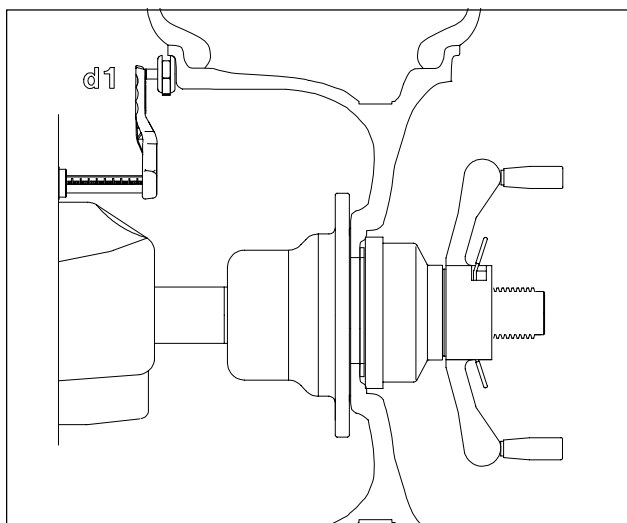

Figure 31
2. Etendre le bras de mesure écart jante et toucher la position du poids gauche. Voir Figure 31. L'afficheur indique "**d - 1**". La sonnerie haute se déclenche quand la dimension est entrée. Ramener le bras de mesure à la position de repos, la sonnerie basse indiquera qu'il est possible de continuer. Le bras largeur n'est pas utilisé pour cette procédure.